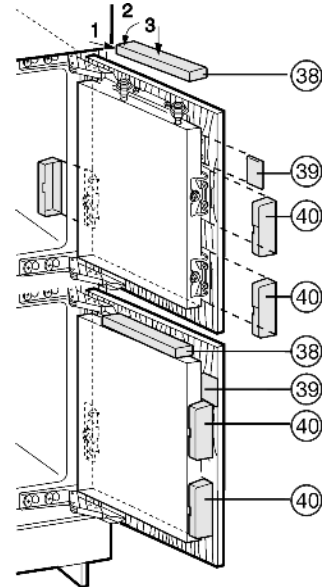

Fig. 31
- ▶ Colocar as coberturas superiores Fig. 31 (38) e encaixar.
- ▶ Colocar as coberturas laterais Fig. 31 (39), até ao encosto e pressionar até que encaixem de forma audível.
- ▶ Colocar as coberturas Fig. 31 (40) lateralmente e, em seguida, puxar para a frente com uma chave de parafusos, de forma a que fiquem encaixadas.